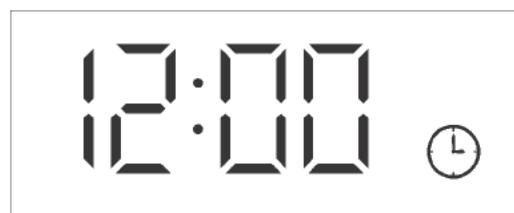

Fig. 3 : Mode de veille initial
- En mode de veille, l'écran affiche toujours l'horloge système. (Reportez-vous à la Fig. 3 pour un exemple.)